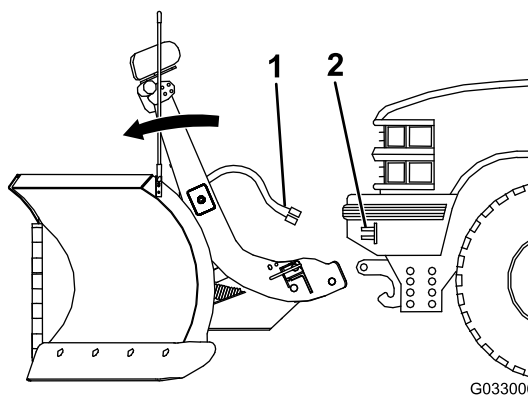

Figure 35
6. Débranchez les faisceaux du chasse-neige des faisceaux du véhicule, et remettez les chapeaux de protection sur les connecteurs électriques (Figure 35).